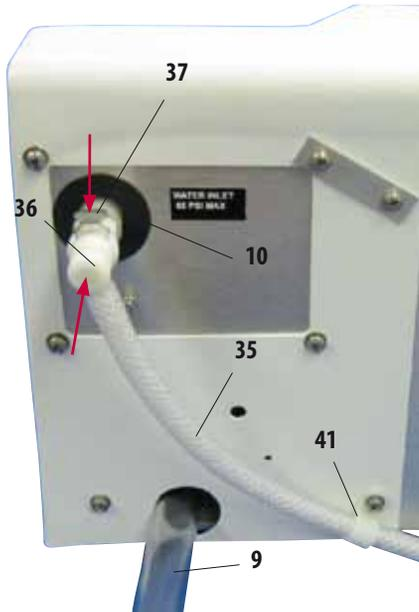

Рис. 21
- Уложите сливной шланг (9), направив к приёмной ёмкости или раковине для слива. При этом необходимо проследить за тем, чтобы шланг не перегибался и вода могла беспрепятственно стекать по наклону.
- После этого подключите подачу промывочной воды (35) к автомату окрашивания.
- Для этого установите штуцер (36) в крепление (10) на приборе и прижмите до фиксации. Для отсоединения шланга нажмите на фиксатор (37) и снимите штуцер.
- Зафиксируйте шланг на блоке зажимом (37) в положении, показанном на рис. 21.